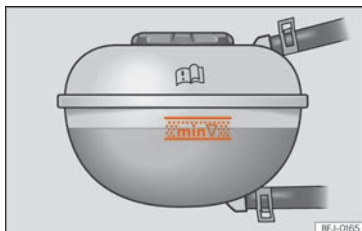

Fig. 247 No compartimento do motor: marca no depósito de expansão do líquido de refrigeração.
- Verifique o nível do líquido de refrigeração no depósito de expansão do mesmo. Com o motor frio, o nível do líquido de refrigeração deve ficar entre as marcas » **Fig. 247.** Com o motor quente, o nível também poderá situar-se um pouco acima da marca superior.